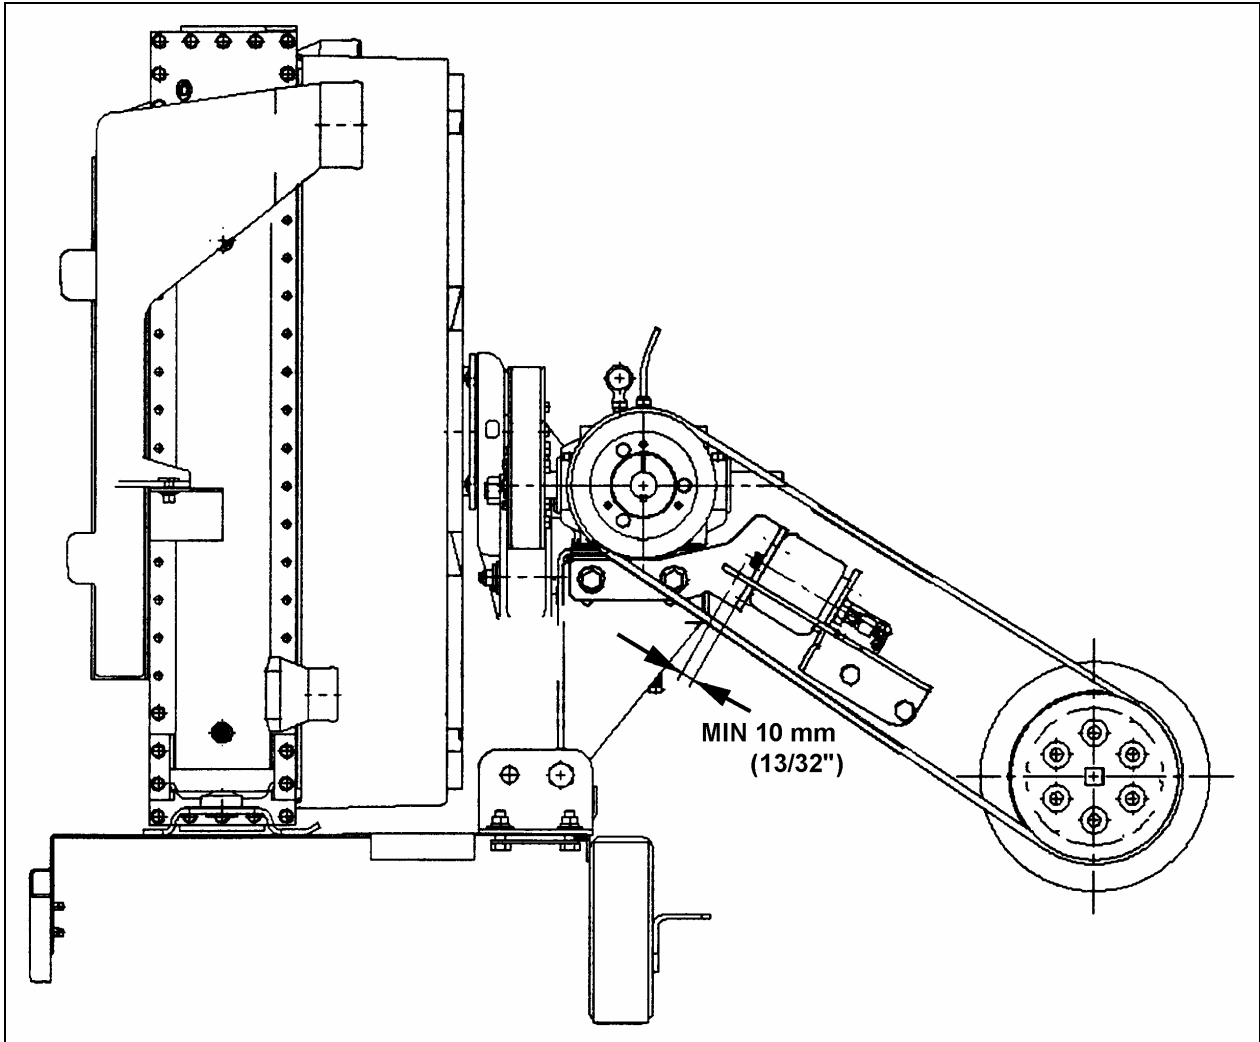

FIGURE 6
8. Vérifier si l'écartement entre la plaque supérieure du ballon et la butée est respecté 10 mm (13/32 po) (Voir figure 6).